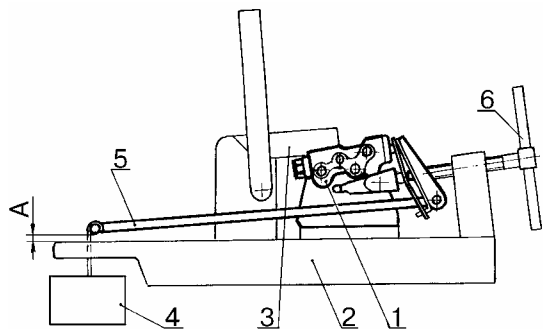

Рис.46.
17.2.1 Произвести регулировку привода регулятора давления тормозов на приспособлении, рис. 46:
- вращением воротка 6, рис. 46, отрегулировать зазор "А", согласно таблице 9, (линейка металлическая длиной 150 мм).
- снять груз 4, рис. 46, с рычага 5 и снять с приспособления регулятор давления в сборе с приводом.